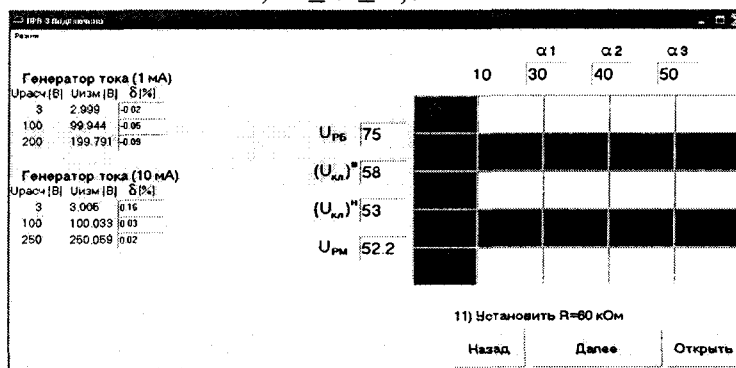

Рисунок 7.7.4-1
7.7.6.3 Установить значение сопротивления магазина 60 кОм и нажать левой кнопкой мыши на кнопку “Далее”. В ячейке таблицы, (рисунок 7.7.4-2) отобразятся значения U и α , которые должны находиться в пределах*: